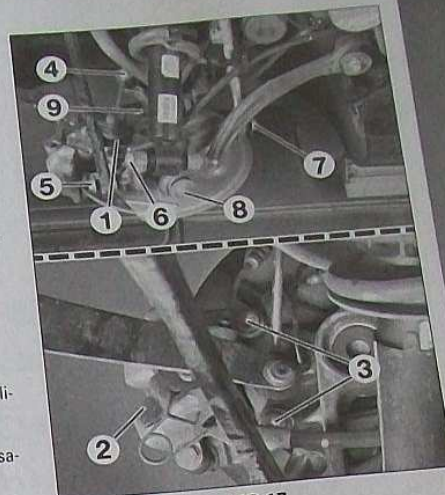

FIG. 17
- Déposer le capteur de vitesse de roue ABS (1) (Fig. 17).
- Désaccoupler le câble de frein à main (2).
- les fixations (3) de l'étrier de frein.
- la fixation (4) supérieure de biellette de barre stabilisatrice.
- la fixation (5) de bras de suspension inférieur.
- la fixation (6) d'amortisseur arrière.
- la fixation (7) de biellette de réglage.